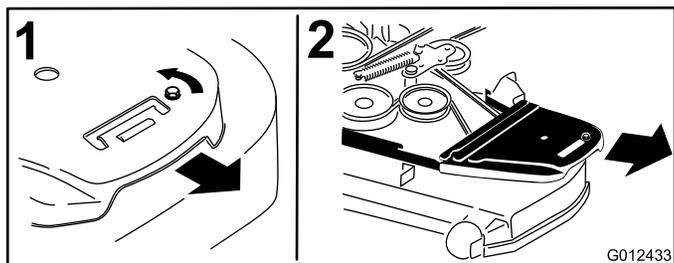

Figura 77
4. Rimuovete i paracinghia e i relativi bulloni (Figura 77).